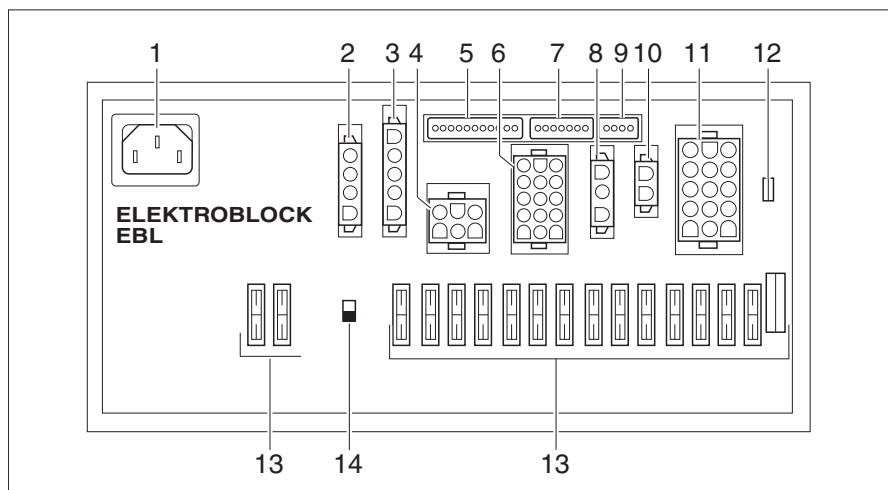

Bild 242 El-block (EBL 102)
Beroende på modell är el-blocket (Bild 242) monterat i stolkonsolen under förarstolen eller i området vid garaget resp. barsittgruppen (Globeline).
- ▷ Batteribrytaren (Bild 242,14) skiljer alla förbrukare som är anslutna på el-blocket från 12 V-nätet.